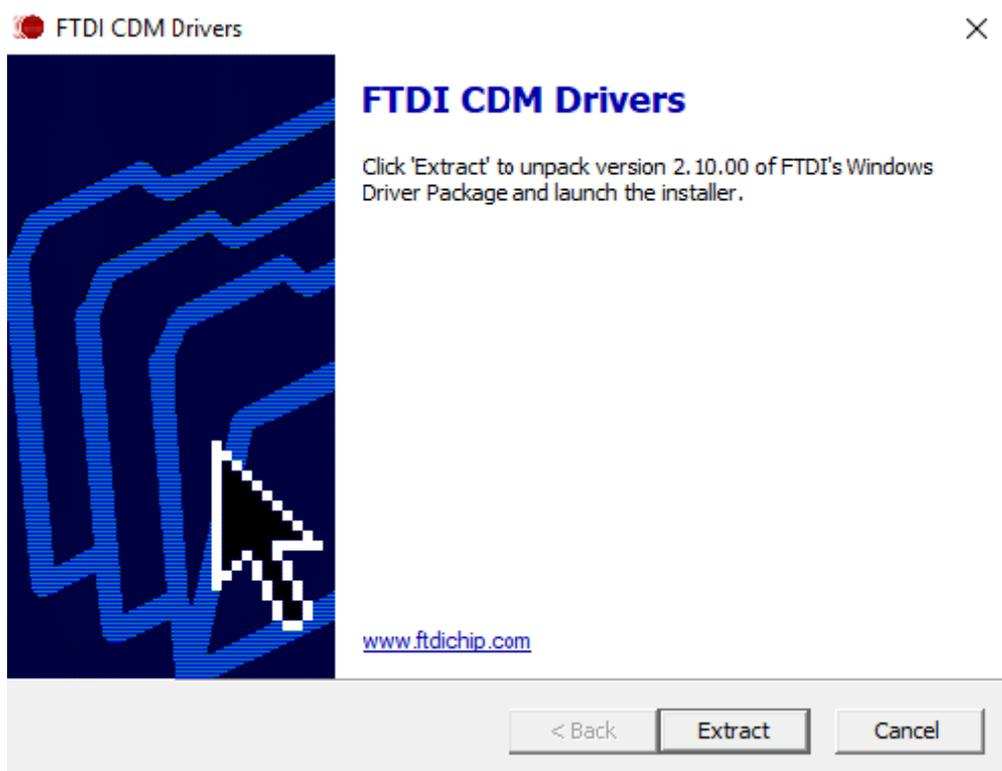

Рисунок 3.4
5. Нажать кнопку «Extract» в окне “FTDI CDM Drivers”, рисунок 3.4, для распаковки пакета драйверов, необходимых для обмена данными между прибором и программой.